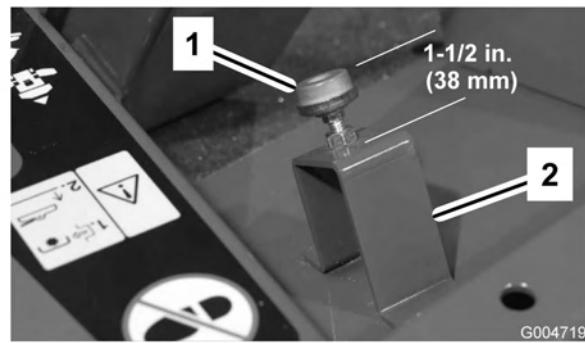

Figure 68
2. Contrôlez le réglage de la butée de la pédale de déplacement. Il doit exister un écart de 38 mm entre le haut du support et la haut de la butée (Figure 68). Desserrez les écrous et réglez la distance selon les besoins.